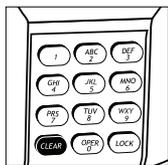

Abbildung 1
1. Sollten Sie eine falsche Taste bei der Eingabe des Codes drücken, kann der Vorgang durch Drücken der Taste „CLEAR“ (Löschen) bevor Sie „LOCK“ (Verschließen) drücken, zurückgesetzt werden (Abbildung 1).